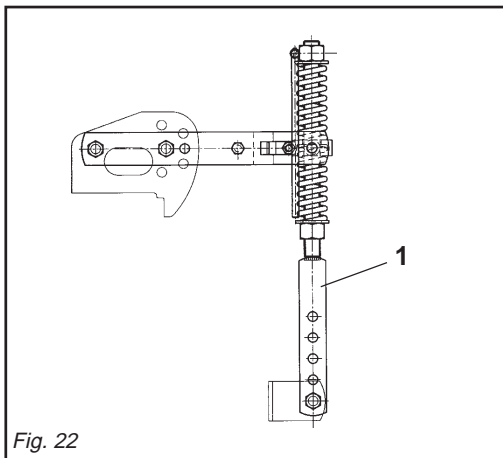

Fig. 22
- 2- Il martinetto a molla (1 Fig. 22) oltre a sostenere la lamiera livellatrice ed ammortizzarla nel trasporto su strada, serve a evitare il ribaltamento della zappatrice durante il parcheggio.
- 2- Besides supporting the levelling plate and acting as a shock absorber for it during road transport, the spring ram (1 Fig. 22) prevents the steering hoe from overturning when parking.
- 2- Die Federwinde (1 Abb. 22) trägt nicht nur das Planierschild und dient beim Straßentransport zur Dämpfung von Stößen, sondern sie soll auch verhindern, daß die Hackfräse während des Parkens umkippt.
- 2- Le vérin à ressort (1 Fig. 22) sert de soutien à la tôle de nivellement et de suspension pendant le transport sur route, pour éviter le basculement du cultivateur lors du stationnement.
- 2- El gato de resorte (1 Fig. 22), además de sostener la chapa de nivelación y protegerla durante el transporte en carretera, sirve para evitar el vuelco de la binadora durante el estacionamiento.